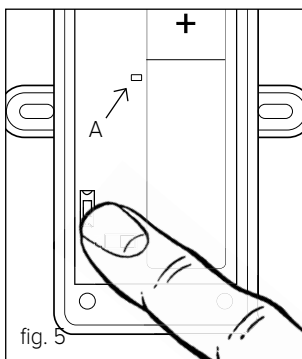

fig. 5
- Premere il tasto sulla scheda della sonda esterna fino a quando il led rosso A si accende per circa 2 secondi (fig. 5). premere nuovamente il tasto per inviare al ricevitore il valore della temperature misurata.